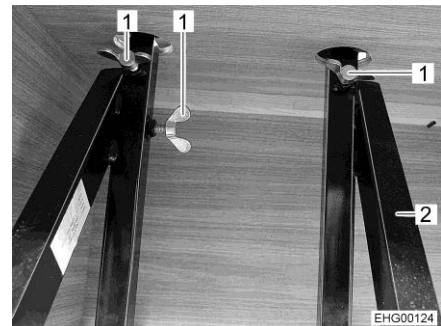

Fig. 32 Viti ad alette
- Serrare le tre viti ad alette (Fig. 32,1) sulla tiranteria (Fig. 32,2) nella base cassapanca.